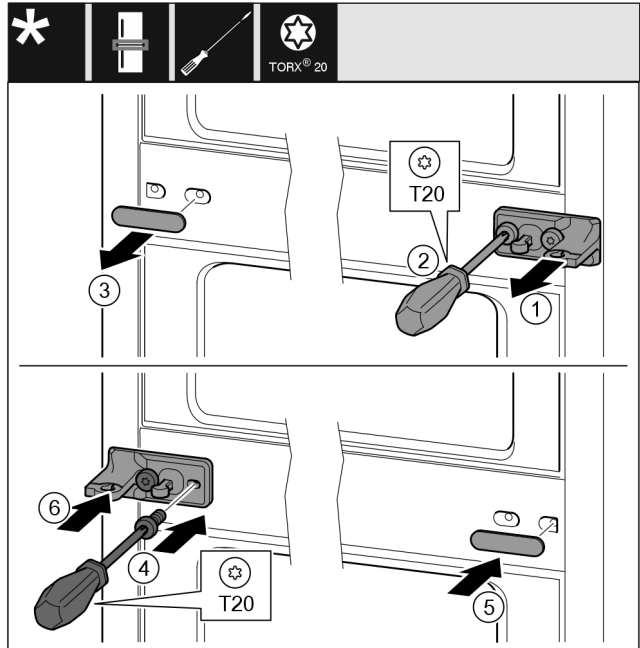

Fig. 13
- ▶ Trekk av skiven Fig. 13 (1).
- ▶ Skru ut skruene Fig. 13 (2) med en skrutrekker.
- ▶ Trekk dekkelet Fig. 13 (3) forsiktig av.
- ▶ Skru fast lagerblokken med folie Fig. 13 (4) dreid 180° på den andre siden.
- ▶ Monter dekkelet Fig. 13 (5) dreid 180° på den andre siden.
- ▶ Skyv på skiven Fig. 13 (6) forfra.